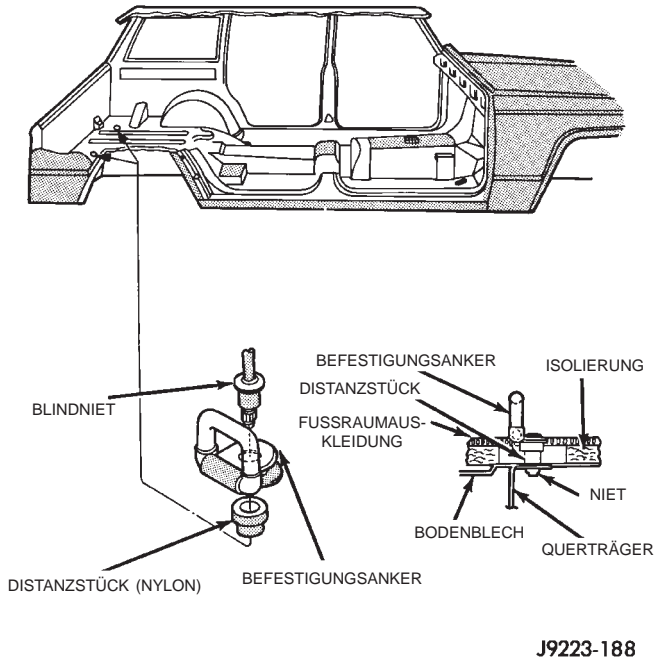
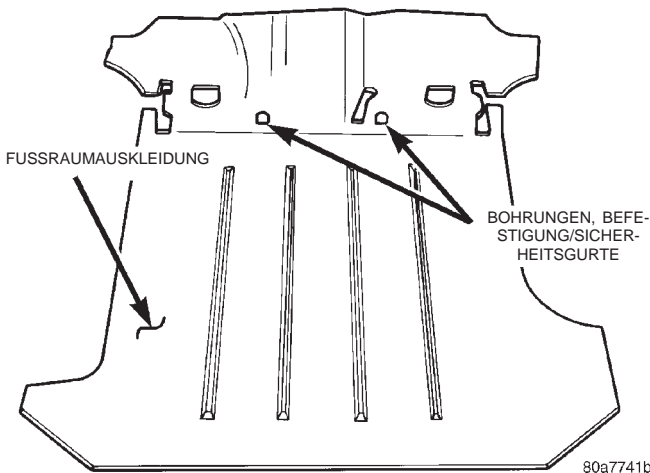

Abb. 53 Befestigungsanker/Fangnetz, Laderaum
Abb. 54 Fußraumauskleidung des Laderaums & Matte
- (3) Nietköpfe der Halterung ausbohren und die Befestigungsanker aus der Fußraumauskleidung lösen (Abb. 53).
- (4) Rücksitze und Sicherheitsgurte abbauen.
- (5) Alle andere Bauteile abbauen, die damit in Eingriff stehen.
- (6) Fußraumauskleidung und Matte vom Bodenblech abnehmen (Abb. 54).
- (7) Nach Bedarf die Längsleisten von der Fußraumauskleidung abbauen.